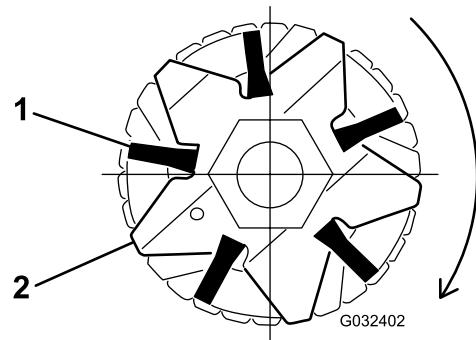

Figura 17
4. Verificate che le spazzole siano alloggiate nelle scanalature della lama grooming (Figura 15 e Figura 17).
5. Avvolgete le cinghie, senza serrare, come mostrato in Figura 15, attorno alle spazzole e all'albero del cilindro del groomer inserendo le cinghie nelle scanalature delle spazzole Figura 17.